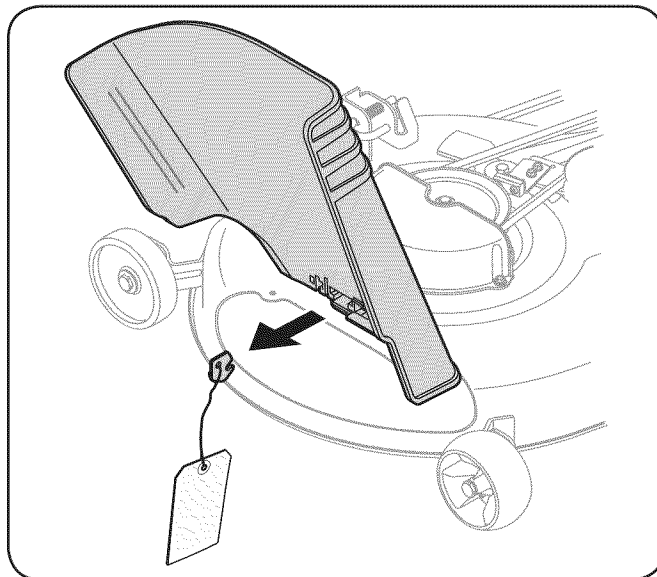

Figure 3-2
1. Localice la traba de seguridad, si hubiere, y la etiqueta de advertencia encontrada en la parte derecha de la plataforma de corte. Vea la Fig. 3-2.